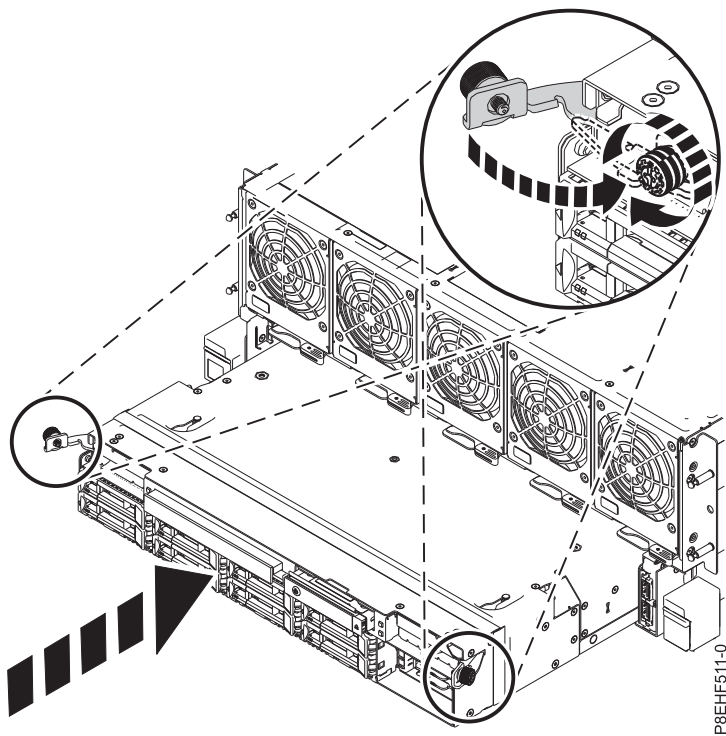

Figura 14. Sustitución del conjunto de RAID
5. Deslice el conjunto de RAID en el sistema. Haga girar los mecanismos de cierre y apriete los tornillos de mano, tal como se muestra en la Figura 14.